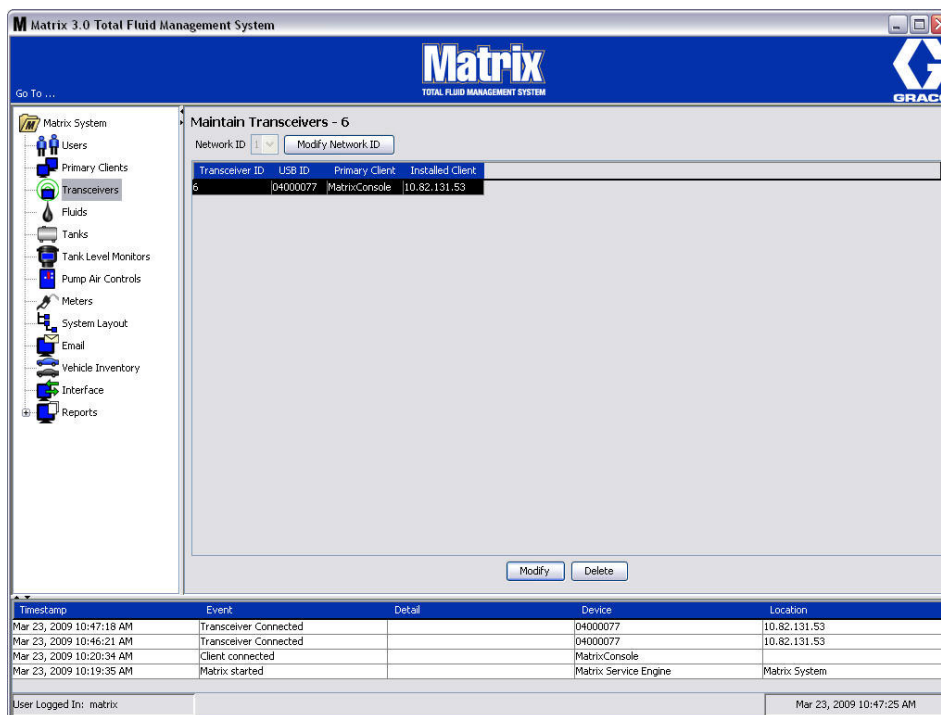
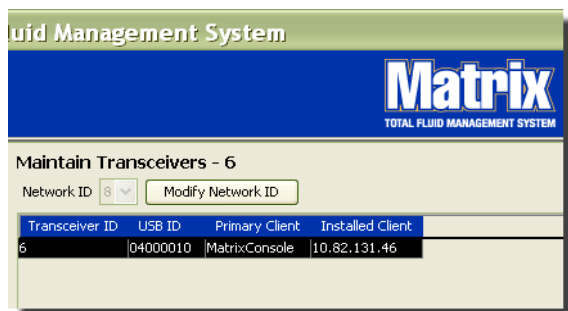

Рис. 83
Рис. 84
Экран «Transceivers» [Приемопередатчики] (Рис. 83) используется для:
2. Чтобы установить идентификатор сети, нажмите кнопку «Modify Network ID» [Изменить ИД сети] (Рис. 84).
4. Выбранное значение идентификатора сети отображается вверху экрана «Transceivers» [Приемопередатчики] в поле «Network ID» [ИД сети] (Рис. 83 и Рис. 84).